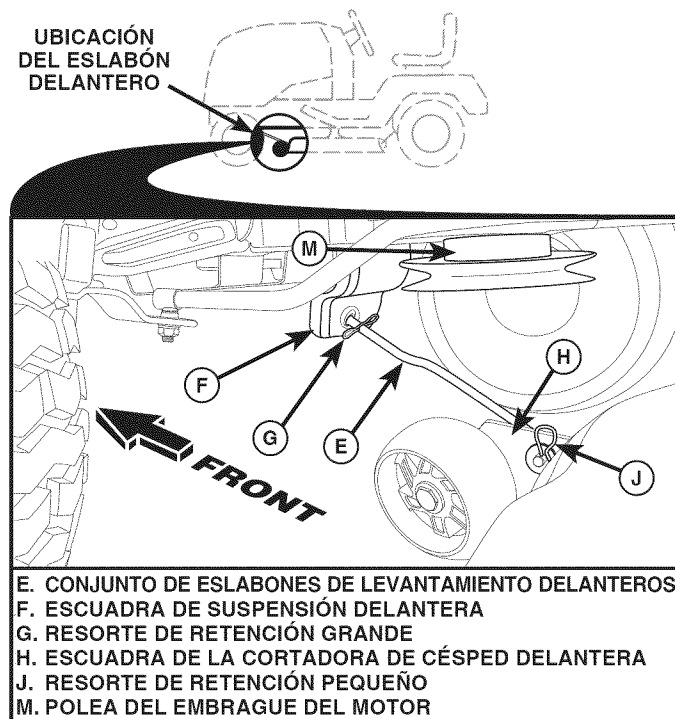

Fig. 38
8. INSTALE EL ESLABÓN DELANTERO (E) (Vea Fig. 38)
- Desde la parte delantera del tractor, inserte el extremo de varilla del eslabón delantero (E) a través del agujero delantero de la escuadra de suspensión delantera del tractor (F).
- Muévase hasta el lado izquierdo de la cortadora e inserte un resorte de retención grande (G) a través del agujero del eslabón delantero (E) detrás de la escuadra de suspensión delantera (F).
- Inserte el otro extremo del eslabón (E) en el agujero de la escuadra derecha de la cortadora de césped (H) y asegure con una arandela y un resorte de retención pequeño (J).